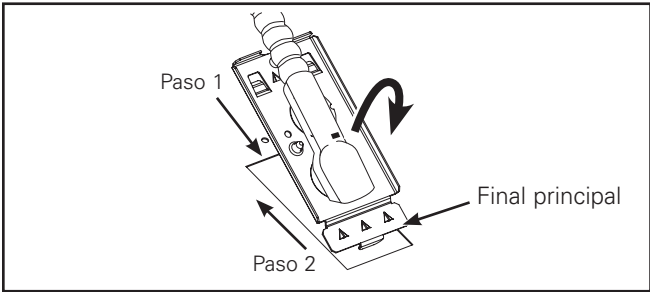

Figura 3.
- 4. Retire la placa de acceso eléctrico y remueva los huecos necesarios de la placa de acceso para fijar el cable de alimentación eléctrica (Figura 3).
- Paso 1: Para insertar la placa de acceso, gire hasta que el extremo delantero esté dentro del cableado (Figura 3).